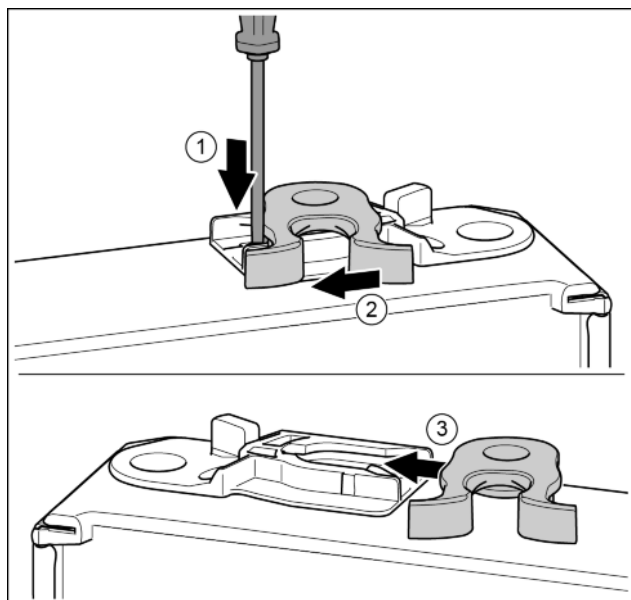

Fig. 14
- ▶ Apăsăți în jos eclisa cu șurubelnița plată. Fig. 14 (1)
- ▶ Trageți cârligul de închidere din ghidaj. Fig. 14 (2)
- ▶ Împingeți pe partea opusă cârligul de închidere în ghidaj. Fig. 14 (3)